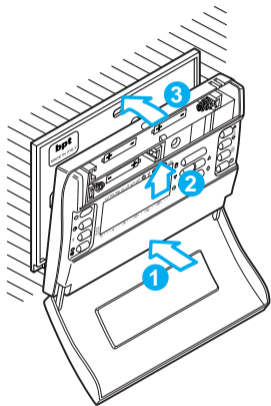
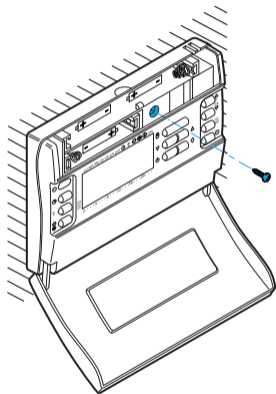

Fig. 11
Fig. 12
- Fije el mueble al soporte, encajándolo primero por la parte inferior (fig. 11), y bloquéelo con los tornillos que se incluyen en el suministro (fig. 12).